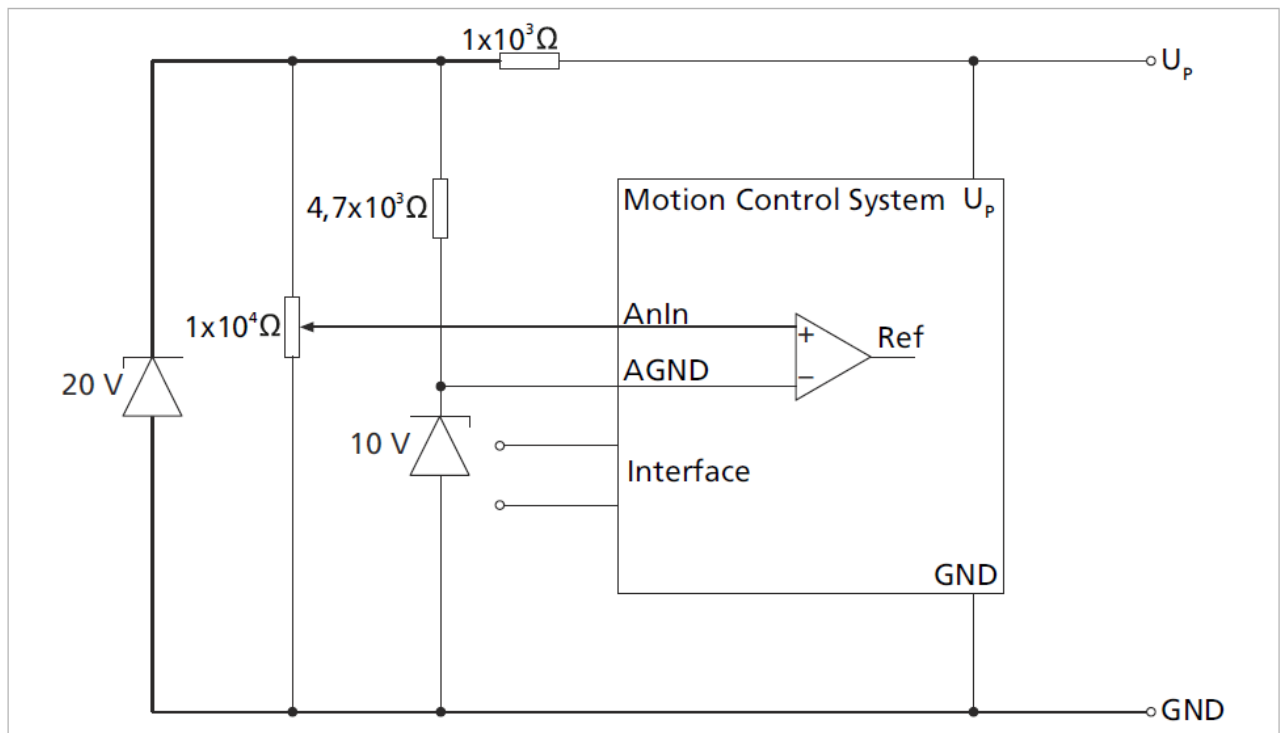

図 10：ポテンショメータによるバイポーラ・アナログ目標値指定
- b) ± 10 V の電圧信号を使用する場合、GNDに対して負の電位が発生しないよう、AGNDの電位を十分に上げる必要があります (例：0 V < AnIn1 < 20 V。詳細は図10を参照)。GNDに対して最大 -10 V までの電圧信号を使用する場合は、オプション 7630 を選択してください。その場合、DigOut2 機能は使用できなくなります。